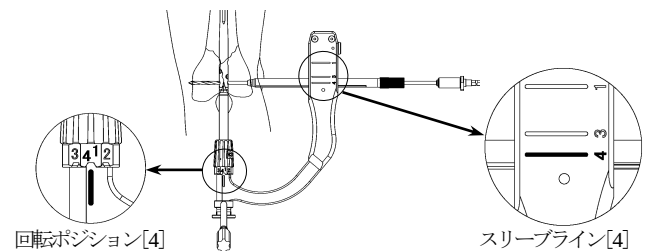

図 19
- * 15) ターゲットデバイスの回転ポジションとスリーブラインが [4] に合致していることを確認し、顆部スクリュー用スリーブ内筒を組み付けた顆部スクリュー用スリーブ外筒を装着し、パワーピンアダプタ (S) を装着した顆部用シャフトスクリュー用ドリルにてイメージインテンシファイヤー (X 線透視) で確認しながらドリリングします。(図 19)